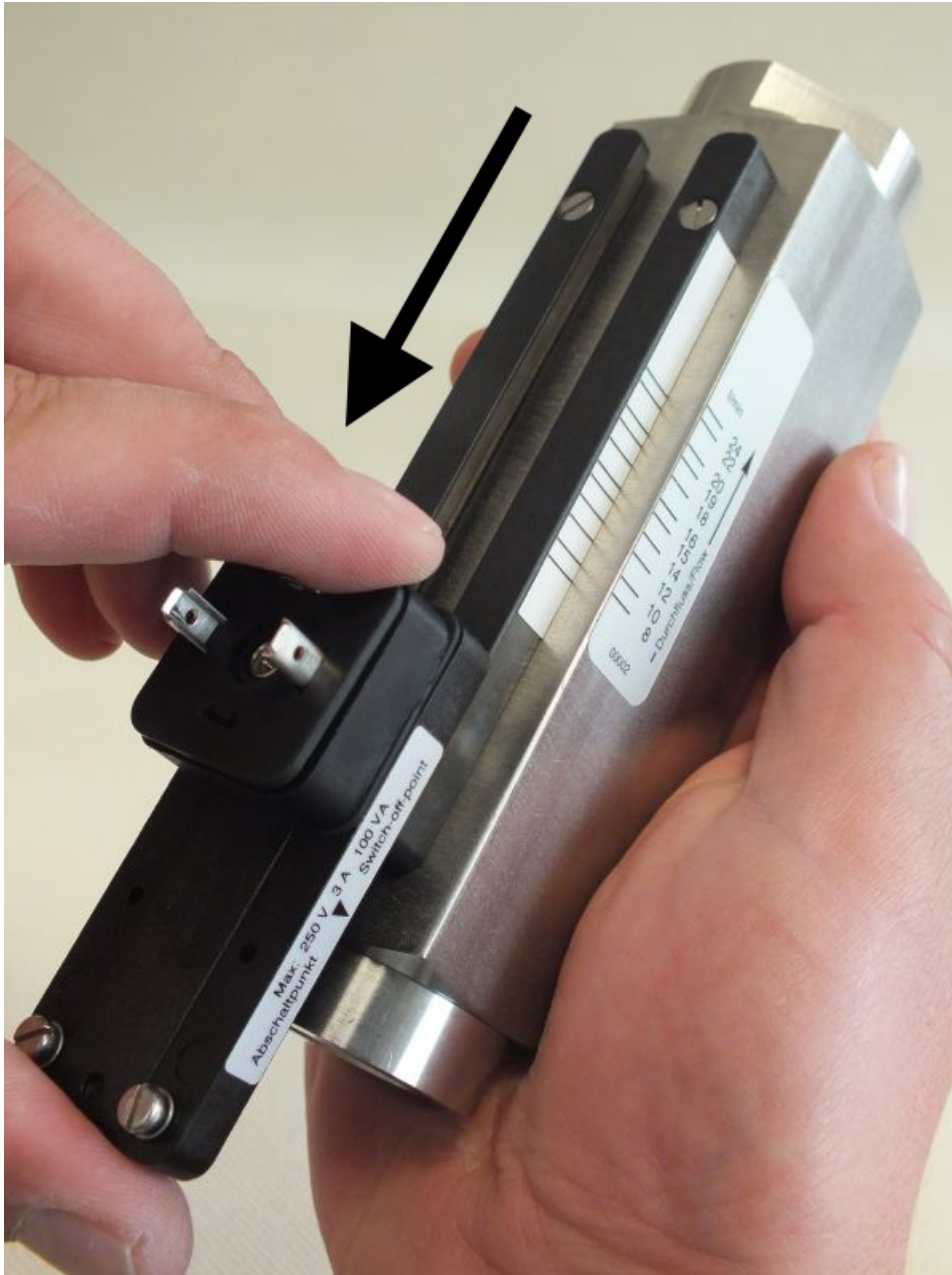

Abb. 72: Schaltkontakt aus Führung schieben
4. ➤ Den Schaltkontakt in Pfeilrichtung (Abb. 72) aus den Führungsleisten schieben